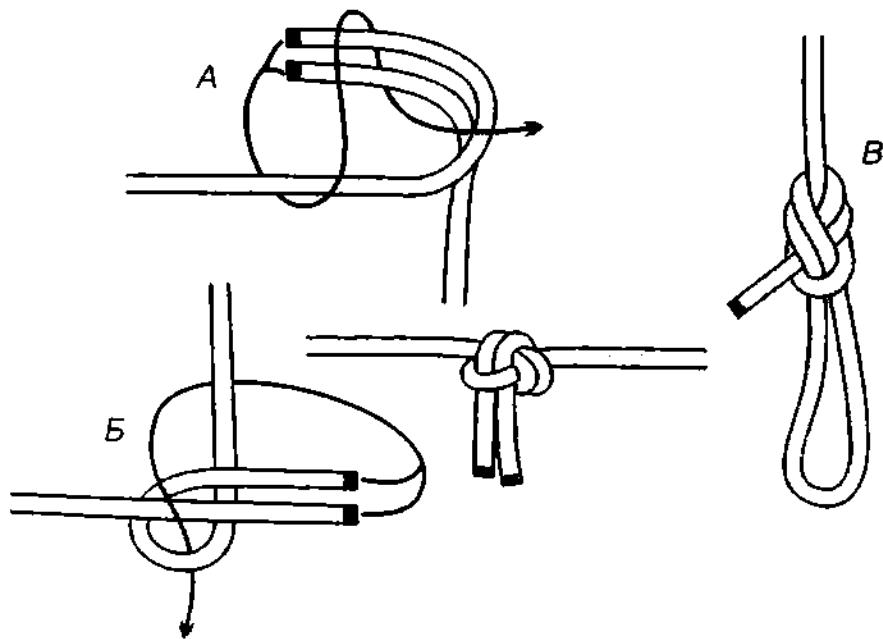

Рис. 755. А – 1-й способ вязки сибирской восьмёрки; Б – 2-й способ вязки сибирской восьмёрки; В – незатягивающаяся петля огонь восьмёркой.
*Сибирская восьмёрка* надёжный и крепкий узел (рис. 755). После любой нагрузки узел развязывается без труда. Родной брат *сибирской восьмёрке* – *огон восьмёркой* – незатягивающаяся петля с идентичными свойствами (рис. 755 В).